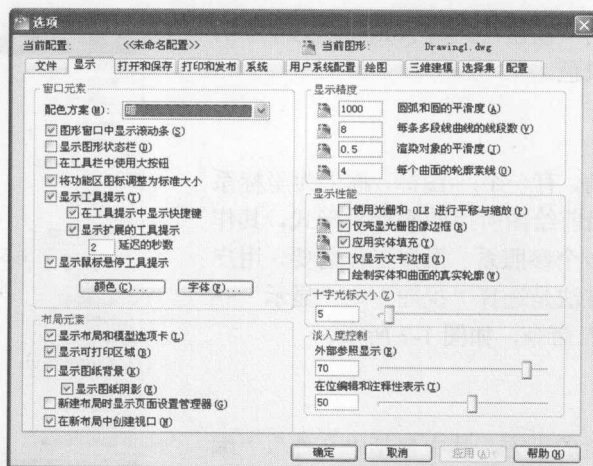
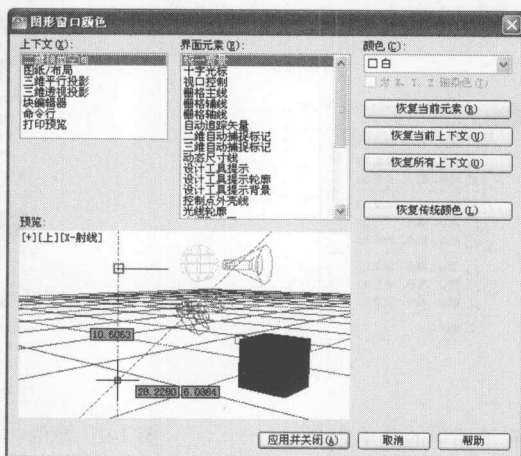

图 1-5 “选项”对话框中的“显示”选项卡
图 1-6 “图形窗口颜色”对话框
选择菜单栏中的“工具”→“选项”命令，在打开的“选项”对话框中选择“显示”选项卡，在“十字光标大小”文本框中直接输入数值，或者拖动其后的滑块，即可对十字光标的大小进行调整，如图 1-5 所示。
(1) 在如图 1-5 所示的“显示”选项卡中单击“窗口元素”选项组中的“颜色”按钮，打开如图 1-6 所示的“图形窗口颜色”对话框。